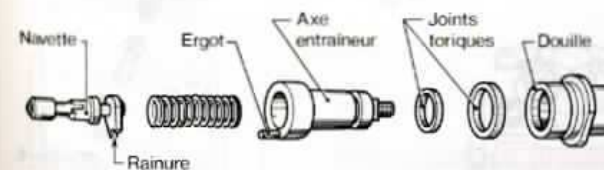

Fig. 9.
- Séparer toutes les pièces de l'ensemble (fig. 9).